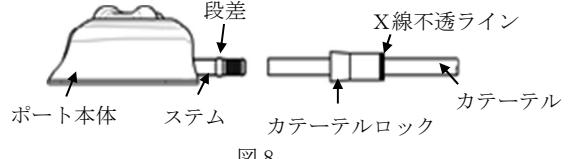

図 8
1) ポート本体のステムとカテーテルを一直線上に並べる（図8）。